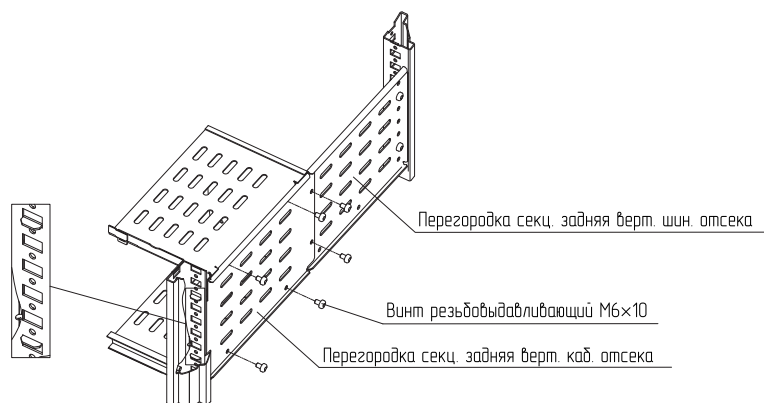

Рисунок 6
4.1.7 Установить перегородку секционирования заднюю для вертикального кабельного отсека между стойкой вертикальной и перегородкой секционирования задней вертикальной для вертикального шинного отсека. Закрепить перегородку секционирования заднюю для вертикального кабельного отсека на перегородке секционирования задней вертикальной для вертикального шинного отсека винтами М6×10 (рисунок 6). Момент затяжки – 7 Н·м.